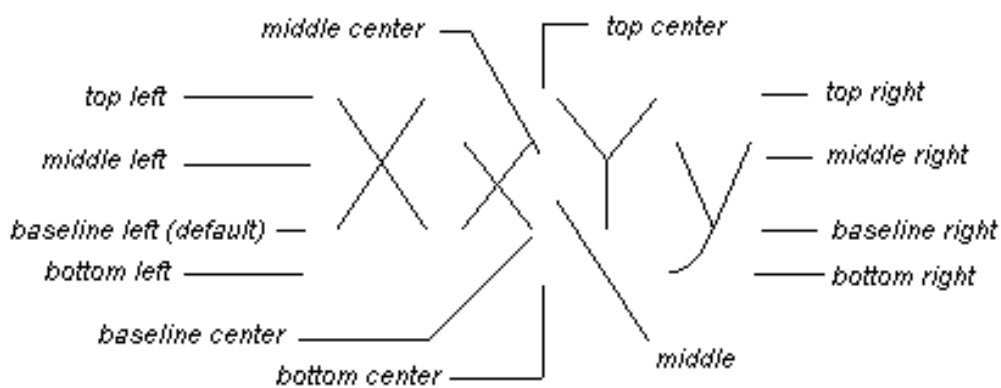

Рис. 2.7. Пояснительный рисунок к применению свойства Alignment
**Alignment** – свойство, определяющее вертикальное и горизонтальное выравнивание объекта (рис. 2.7). Может принимать следующие значения: